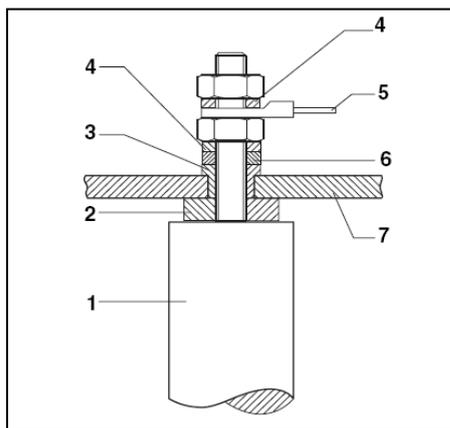

Рис. 15 Подключение магниевого анода-протектора
- В случае слишком малого расстояния до крышки замените жёсткий (неподвижный) магневый анод (Рис. 15) гирляндовым (каскадным; цепочечным; многозвенным) анодом-протектором Ø 33 × 1500 мм (артикул №: 5592186).